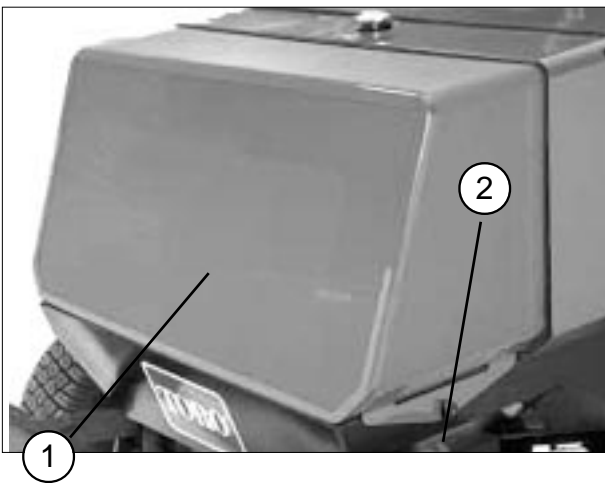

図 28
1. 後部スクリーンのノブ（図28）を取り、スクリーンを外す。